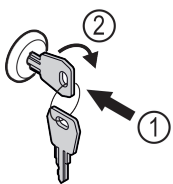

Fig. 82 Примерное изображение
- ▶ Вставьте ключ Fig. 82 (1).
- ▶ Поверните ключ на 90° по часовой стрелке Fig. 82 (2).